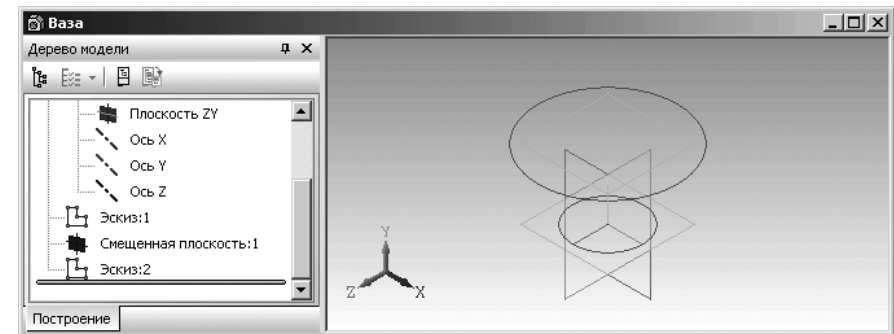

Рис. 2.132. Результат построения второго эскиза-сечения в первой смещенной плоскости
- щелкните по кнопке **Эскиз** – для выхода из режима создания эскиза. В окне **Дерево модели** появится **Эскиз:2** – эскиз второго сечения. Это состояние системы показано на рис. 2.132;